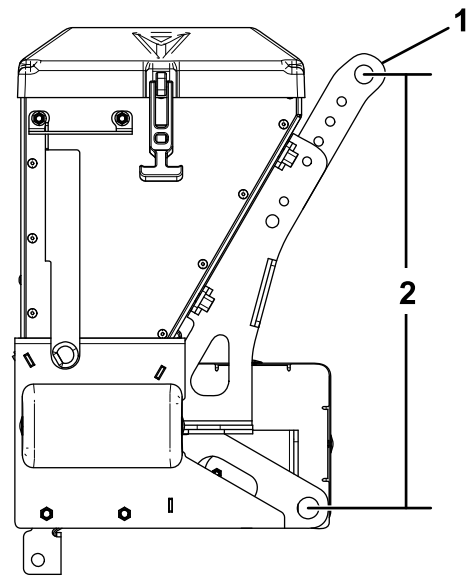

Figura 12
2. Coloque los soportes de la torreta del esparcidor de manera que la distancia entre los centros de los orificios indicados en la Figura 12 se aproxime a la distancia medida en el paso 1.